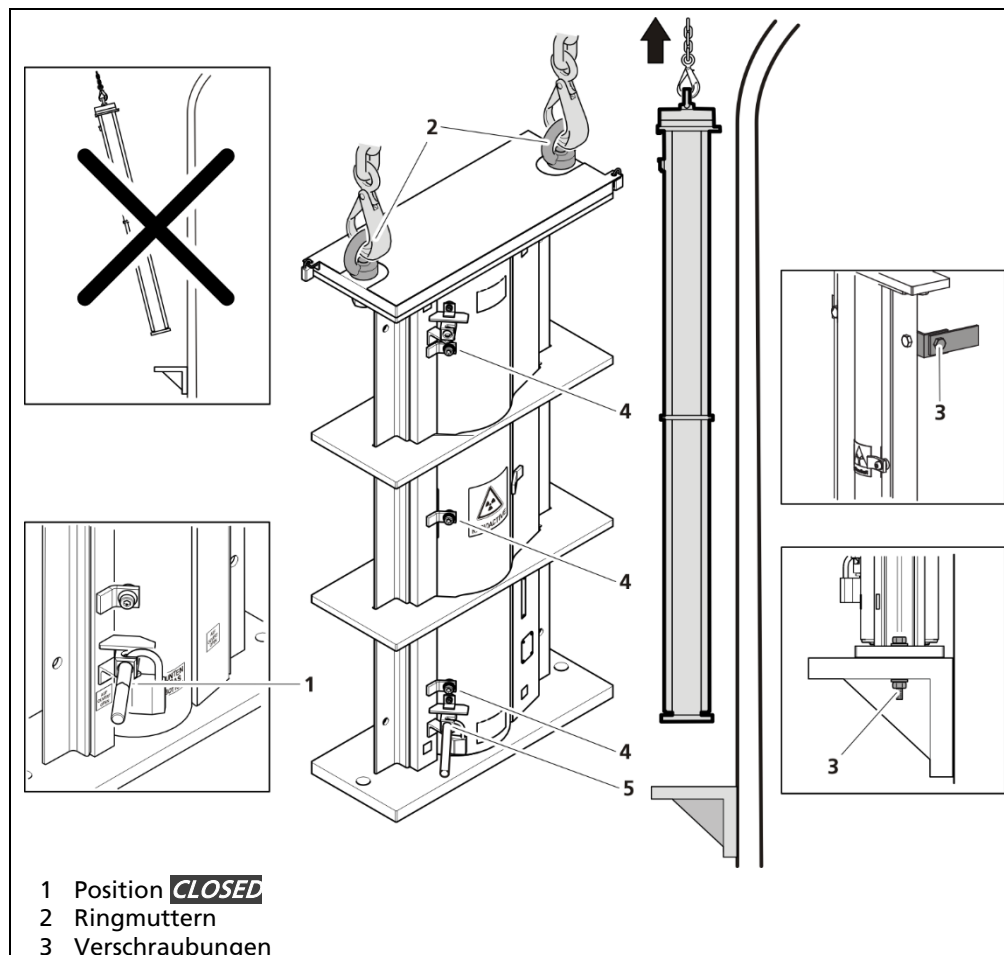

Abb. 16 Abschirmung demontieren
2. Abschirmung mit ausreichend dimensionierten und geprüften Anschlagmitteln an den Ringmuttern (Abb. 16, Pos. 2) anschlagen.
3. Verschraubungen (Abb. 16, Pos. 3) entfernen.